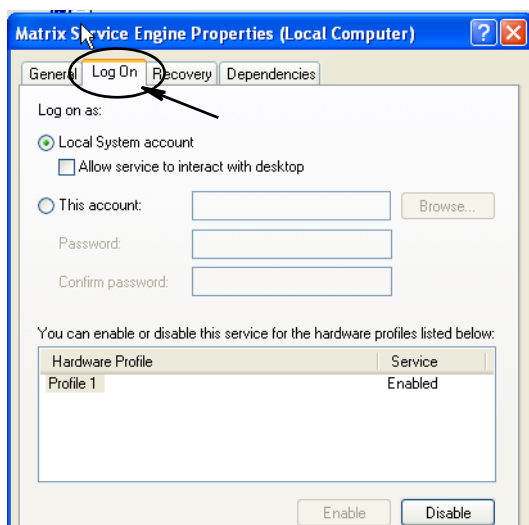

FIG. 57
- e. Sélectionnez l'onglet "Log On" (Connexion) (FIG. 57).